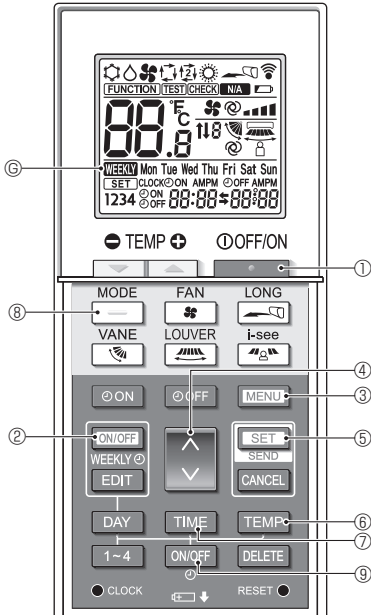
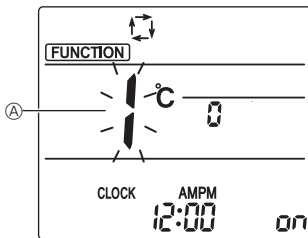
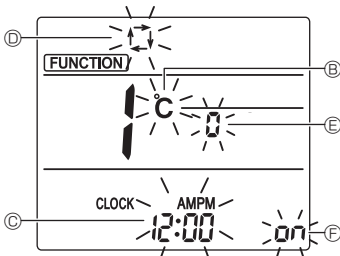

Fig. 5-1
Fig. 5-2
Fig. 5-3
5.1. Omschakelen naar de stand voor begininstellingen (Fig. 5-1, Fig. 5-2)
- Druk op de toets **OFF/ON** (1) om de airconditioner te stoppen.
- Als de Week-timer ingeschakeld is, druk dan op de toets **ON/OFF WEEKLY** (2) om de timer uit te schakelen. (**WEEKLY** (3) verdwijnt.)
- Druk op de toets **MENU** (3).
- Het functie-instellingsscherm wordt weergegeven en het functienummer (A) gaat knipperen.
- Druk op de toets **DOWN** (4) om het functienummer te wijzigen.
- Controleer of functienummer 1 wordt weergegeven en druk op de toets **SET** (5).
(Fig. 5-1, Fig. 5-3 (B))
(Fig. 5-1, Fig. 5-3 (C))
(Fig. 5-1, Fig. 5-3 (D))
5.5. Het paarnummer wijzigen (Fig. 5-1, Fig. 5-3 ④)
(Fig. 5-1, Fig. 5-3 ⑥)
(Fig. 5-1, Fig. 5-2)